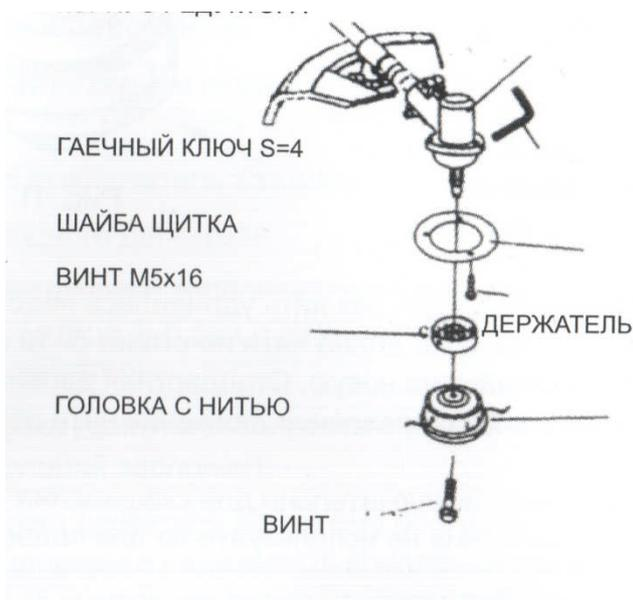

Рис. 6
6. Вскройте головку с нитью и закрепите ее на корпусе редуктора с помощью левостороннего винта (см. рис. 6).